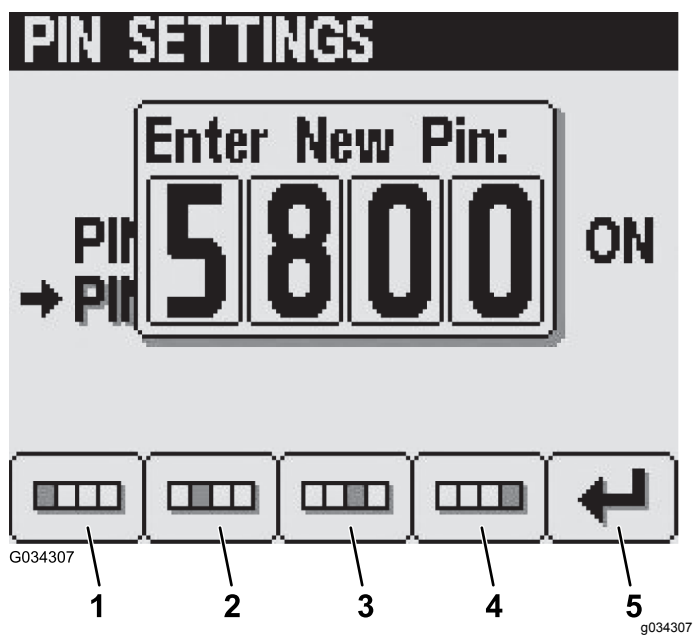

図 36
5. 新しいPIN を入力Enter New PIN という画面で、ボタン 14 を使って新しい 4けたの PIN を入力し、入力が完了したらボタン 5 で確定する 図 36。